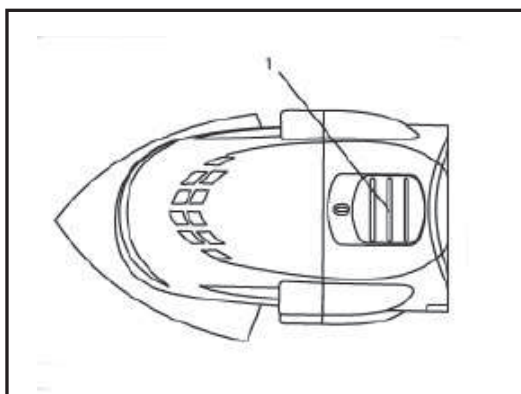

Рис. 5
- ✿ Если Вы хотите включить инструмент, передвиньте выключатель (1) в направлении к передней части инструмента (Рис. 5).
- ✿ Если Вы хотите выключить инструмент, передвиньте выключатель в направлении к задней части инструмента (Рис. 5).
3. Положите инструмент с пильным полотном (3) так, чтобы он слегка прикасался к поверхности плитки, и чтобы режущие зубья НЕ ПРИКАСАЛИСЬ к разрезаемой поверхности.
4. Установите самые высокие обороты и включите инструмент (Рис. 5 и 6).
3. Установите режущее полотно (2) близко над полом в центре одной из линий разреза.
4. Установите на инструменте средние обороты и включите инструмент (Рис. 5 и 6)
3. Установите угловую кромку пильного полотна (2) близко к гипсокартонной стенке в центре одной из линий разреза.
4. Установите самые высокие обороты и включите инструмент (Рис. 5 а б).
4. Переключите выключатель в положение ВКЛЮЧЕНО, как показано на Рис. 5.
2. Установите регулятор оборотов на 4 и переключите выключатель в положение ВКЛЮЧЕНО, как показано на Рис. 5 и 6.